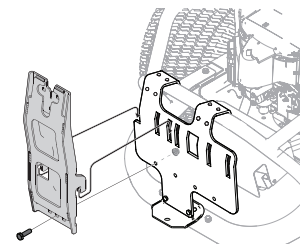

Figure 7
2. Installez le support de fixation vertical (683-04519C) sur la plaque de fixation du tracteur en l'accrochant sur l'ensemble de fixation comme montré à la Figure 7.
3. Fixez le support vertical à l'ensemble de montage à l'aide d'un boulon hexagonal (710-0376) et d'un contre-écrou d'épaulement (712-04063) provenant de l'ensemble de quincaillerie 689-01419. Voir Figure 7.